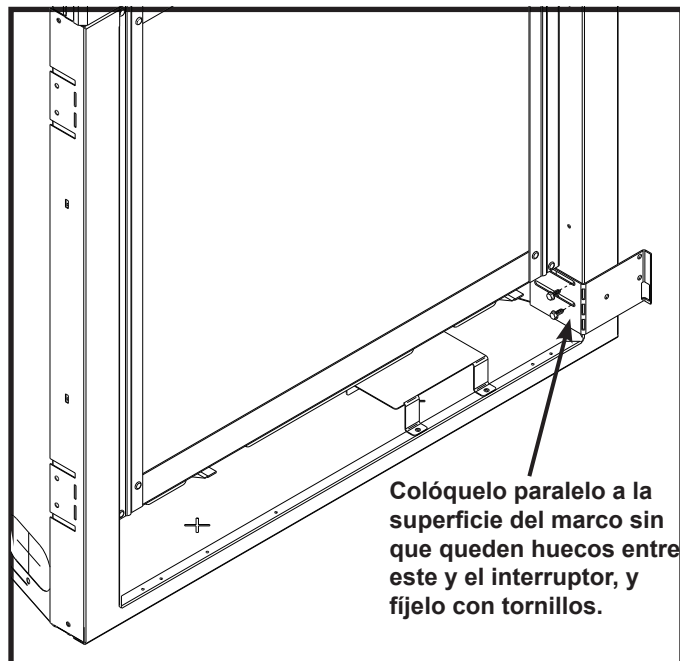

Figura 14.12
3. Coloque y fije el interruptor en la esquina inferior derecha del marco, como se muestra a continuación. Debe colocarse directamente en la superficie del marco o en el material del acabado. Consulte la Figura 14.12.